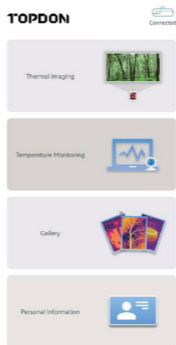

Figura 3.1.3
3. Eseguire l'applicazione TC002. Verrà visualizzato "Connesso" nell'angolo in alto a destra della schermata (vedi Figura 3.1.3).